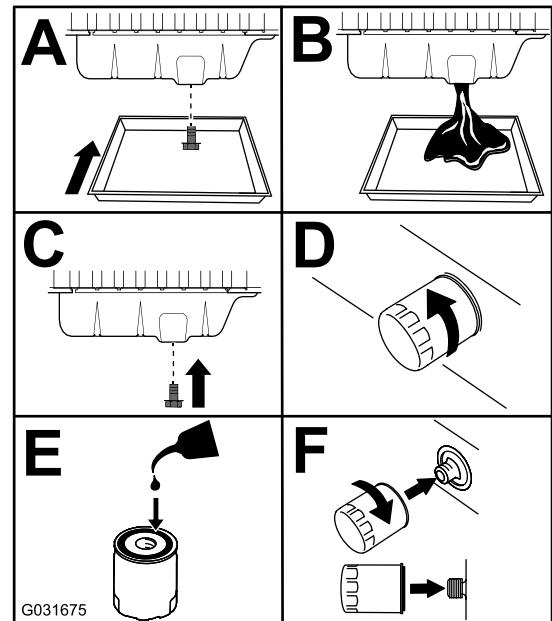

Figura 89
3. Cambie el aceite del motor y el filtro (Figura 89).